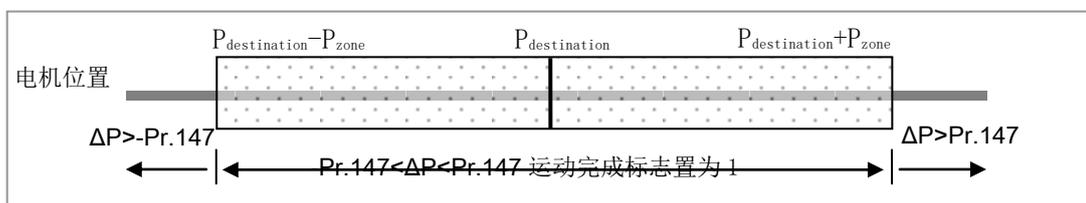

图7.13 抗扰动区域示意图
**1- 模式1:** 使用第1组控制增益，增益切换模式为根据扰动区域和抗扰动因子的设置。图7.13给出了位置控制模式下抗扰动区域的示意图，其中P为目标位置值，N为抗扰动区域的值，即Pr.147。